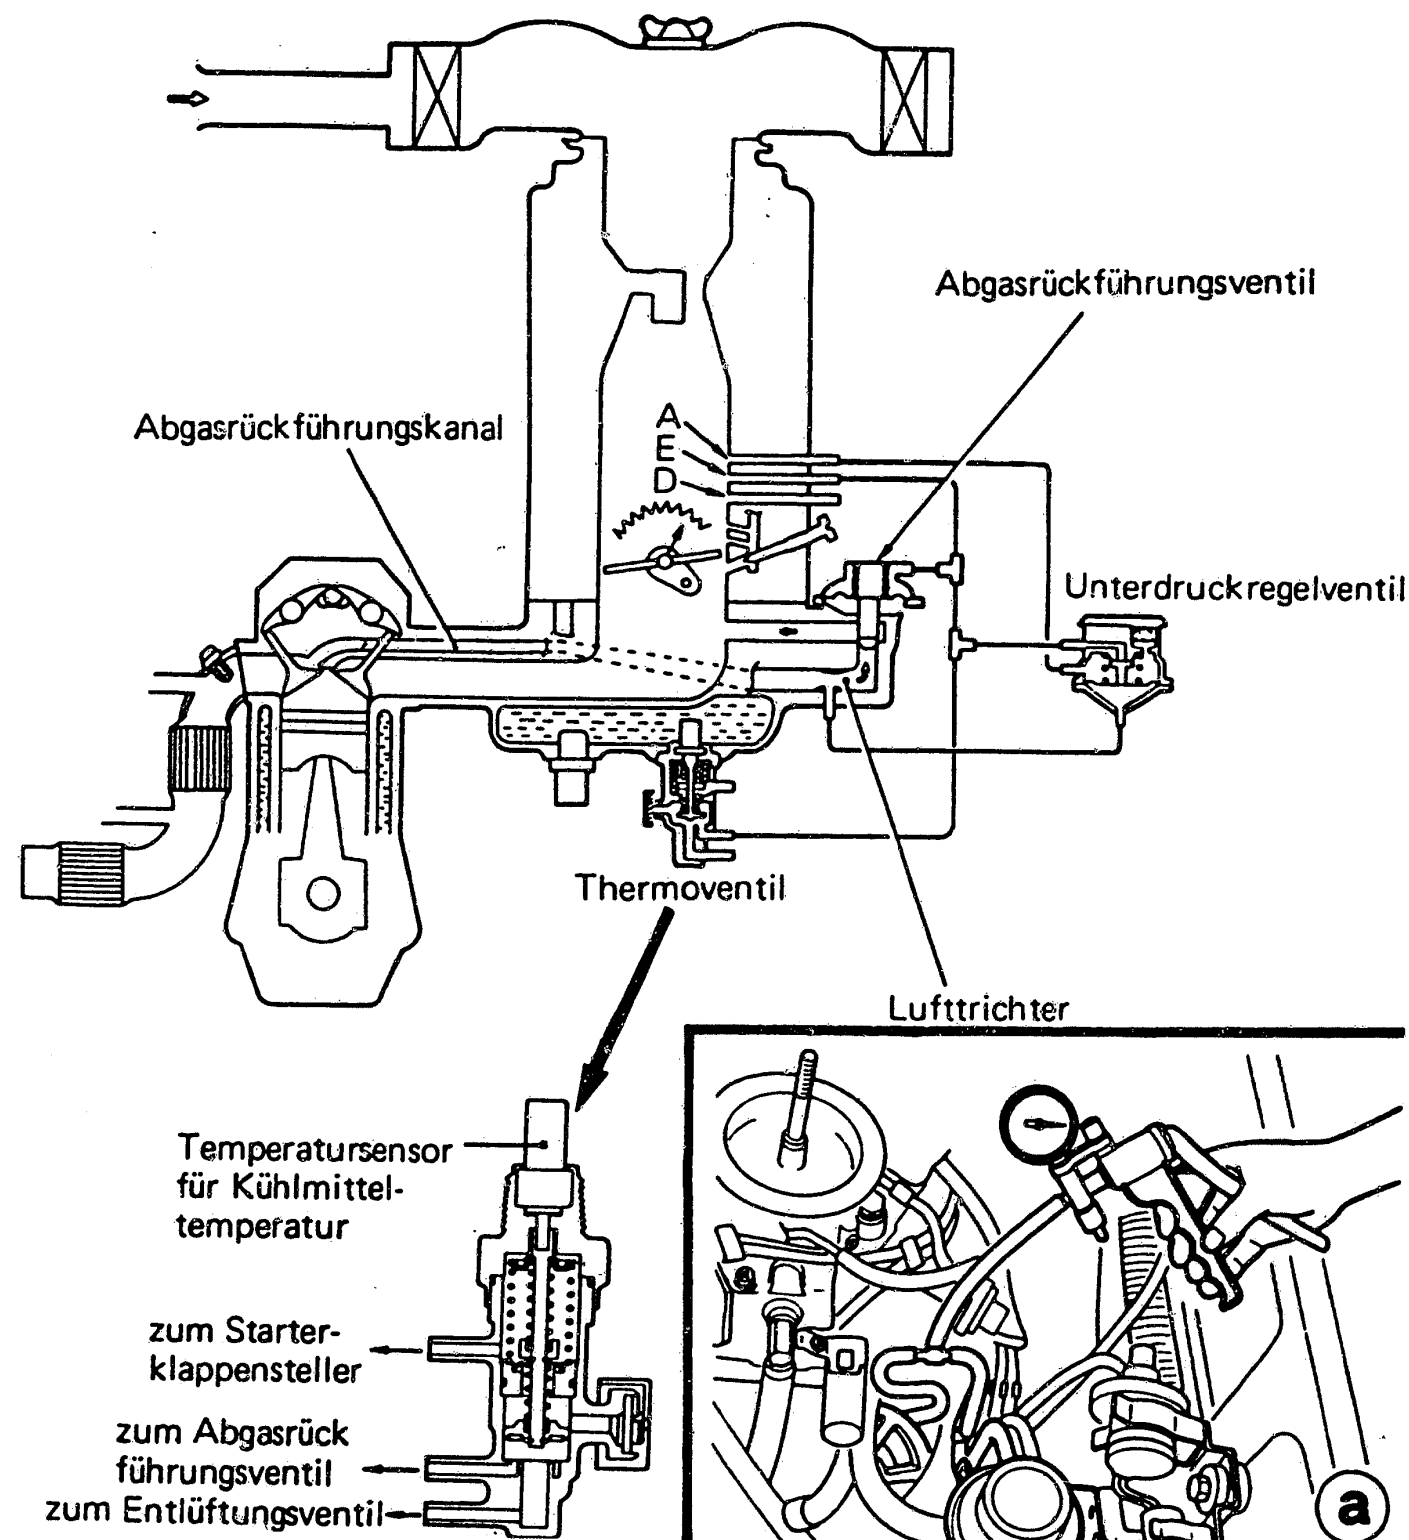

Bild 37 Schematische Darstellung und Prüfung der Abgasrückführung.
c) Die **Abgasrückführung** (Bild 37) erfolgt mit einem einfach wirkenden EGR-Ventil. Es wird über ein Thermo- und ein Regelventil durch Unterdruck so gesteuert, dass nur im Teillastbereich bei warmem Motor Abgase rückgeführt werden.